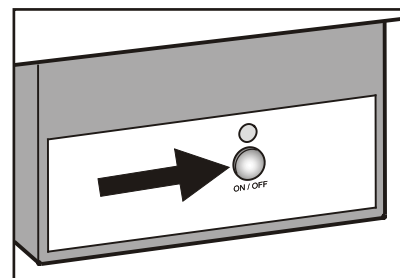

Figure 23
- Appuyer sur la touche « ON/OFF » de manière à ce que le voyant de contrôle correspondant s'allume (**Figure 23**).
- Appuyer sur la touche du boîtier de la fabrique à glaçons (**Figure 23**) pendant environ 3 secondes. La DEL située au-dessus du bouton se met à clignoter.